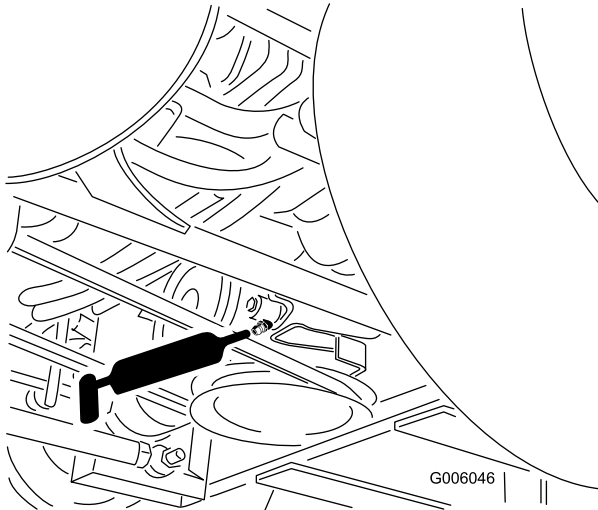

Figure 31
6. Graissez le bras de la poulie de tension de la courroie d'entraînement de PDF (Figure 31).